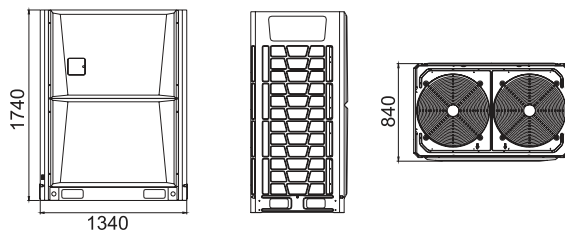

Рис. 3.3
- Основной блок должен быть уст новлен н прочной цементной подложке или бетонном основ нии. Бетонное основ ние должно сооруж ться согл сно рис. 3.3 или н основе измерений, выполненных н месте.